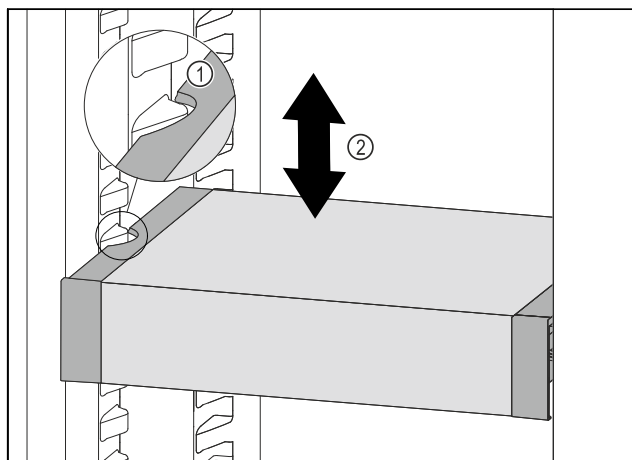

Fig. 193
- Pavelciet VarioSafe uz priekšu, līdz VarioSafe sānu padziļinājumi atrodas tvertnes ribas augstumā ledusskapja nodalījumā. Fig. 193 (1)
- Pārvietojiet VarioSafe ledusskapja nodalījumā uz augšu vai uz leju, līdz ir sasniegts vajadzīgais augstums. Fig. 193 (2)